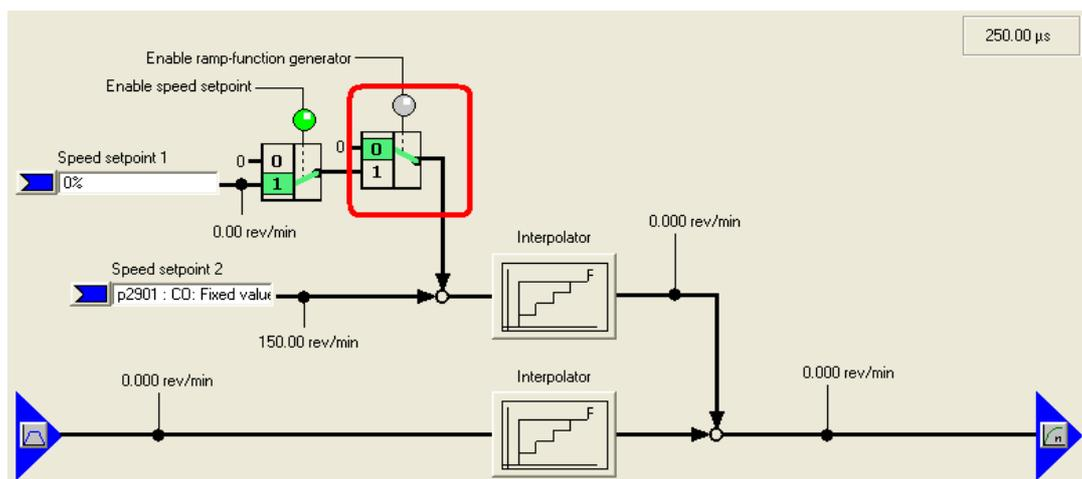

图 3
- (1) 速度附加给定值是 P1155，解决办法：斜坡下降时间 P1121 设为 0。
- (2) 速度附加给定值是 P1160，解决办法有两种：一是斜坡下降时间 P1121 设为 0；二是 P1140 设为 0，不激活斜坡函数发生器，见图 3。